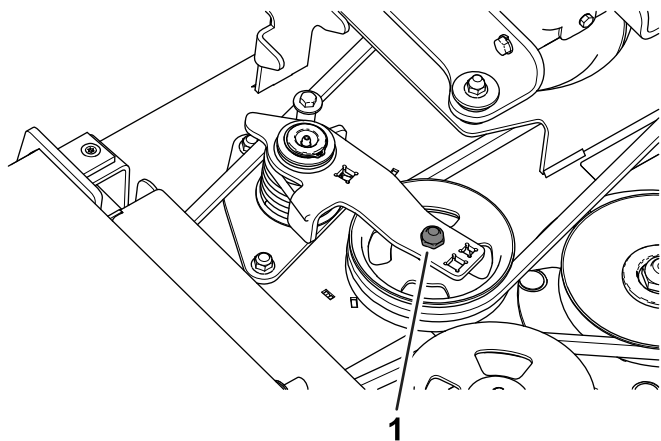

Figure 28
- À l'aide d'une clé dynamométrique ou d'un outil similaire, éloignez la poulie de tension (Figure 28) de la courroie d'entraînement pour détendre cette dernière et pouvoir la déchausser de la poulie du boîtier d'engrenages.